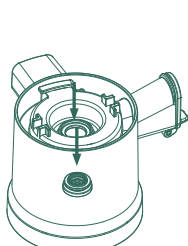

Fig. 16a
a. Girare la ciotola per succhi a testa in giù per facilitarne la manipolazione. Spingere il cerchio di tenuta verso l'esterno con il pollice (Fig. 16a) e pulirlo con acqua.